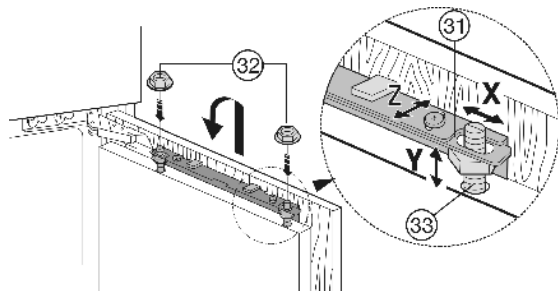

Fig. 23
- ▶ Навесьте мебельную дверь на регулировочные болты *Fig. 23 (33)* и контргайки *Fig. 23 (32)* накрутите на регулировочные болты, не затягивая.
- ▶ Выравнивание высоты и бокового наклона мебельной двери: с помощью отвертки установите положение регулировочными болтами *Fig. 23 (33)*.
- ▶ Затяните контргайки *Fig. 23 (32)*.